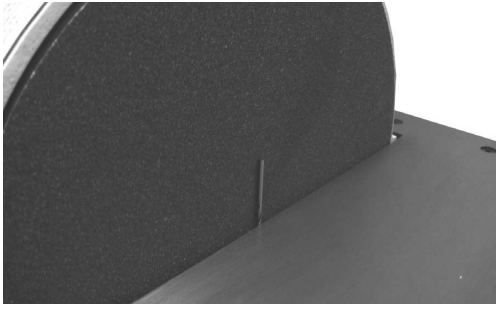

Abb. 05
4. Verwenden Sie als Zwischenstück einen Bohreinsatz 1/16". Legen Sie den Bohreinsatz zwischen der Scheibe und der Innenkante des Arbeitstisches. Halten Sie den Arbeitstisch gegen dem Bohreinsatz 1/16" fest und ziehen Sie die vier Sechskantschrauben an (s. Abb. 05)